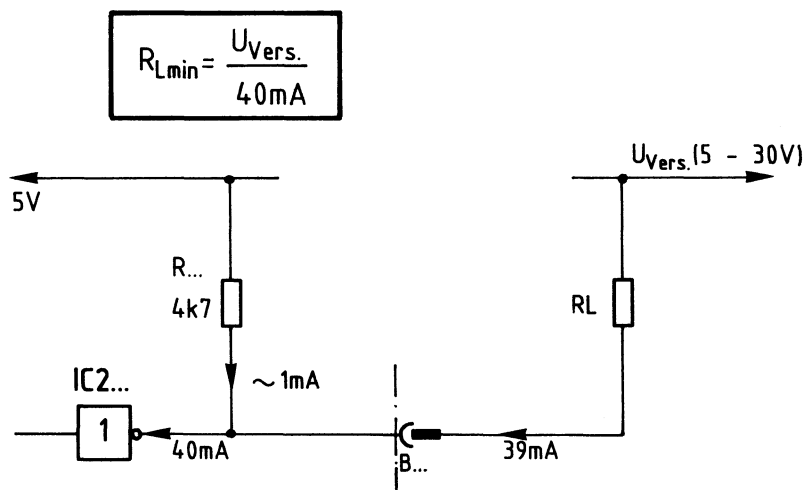

Bild 7: Anschluß von R_L , Versorgung mit 5V.
2.3.1. Anschluß ohm'scher Lastwiderstände, Versorgung mit 5 V (siehe Bild 7)
2.3.2. Anschluß ohm'scher Lastwiderstände, Versorgung mit $U > 5 \text{ V}$ (siehe Bild 7)